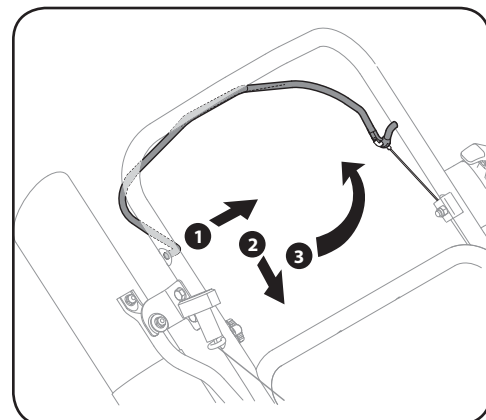

Figure 4-5
1. Poussez le côté droit du levier de contrôle hors du trou droit sur la poignée supérieure. Voir 1) dans la Figure 4-5.
2. Faites pivoter le levier vers la poignée inférieure. Voir 2) dans Figure 4-5.
3. Ensuite, faites pivoter le levier vers le haut afin de retirer du trou gauche sur la poignée supérieure. Voir 3) dans la Figure 4-5.